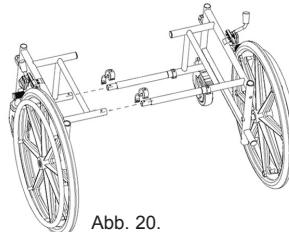

Abb. 20.
- Setzen Sie die Befestigungsrohre auf der linken oder rechten Seite des Rahmens ein, richten Sie die Löcher aus und setzen Sie die C-Clips ein, Wie im vorherigen Punkt beschrieben (Abb. 20);